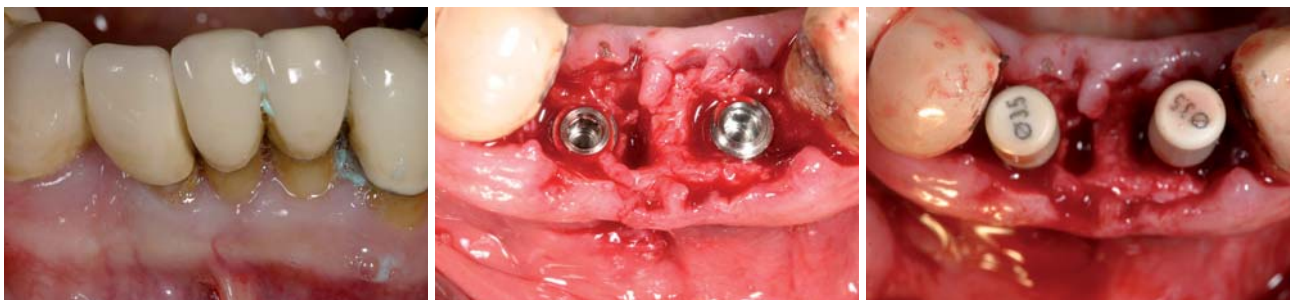

Abb. 1: Ausgangssituation 33–43. – **Abb. 2:** Zustand nach Extraktion und Sofortimplantation von 32 und 42. – **Abb. 3:** Peek-Kappen zur späteren Sofortversorgung.
■ Entscheidendes Ziel muss es immer sein, Methoden zu entwickeln, die einer großen Masse der Patienten ein einfaches Verfahren zur Verfügung stellt, das mit einer Minimalzahl an Behandlungsschritten – und damit auch mit möglichst wenig Kostenaufwand – ein Optimum an Ergebnisqualität eröffnet. Das Entscheidende für die natürliche Funktion und für die optimale Ästhetik ist, dass ein Abutment auf Gingivaniveau exakt die dreidimensionale Form des natürlichen Zahnes an dieser Position hat. Hierzu ist es hilfreich, für Behandler und Zahntechniker zunächst eine Formstudie von natürlichen Dentitionen vorzunehmen. Dies erfolgt am besten am Situationsmodell eines natürlichen Gebisses, welches keine iatrogenen Rekonstruktionen aufweist. Zu diesem Zweck werden am Modell alle Gipszähne nur eines Quadranten auf Gingivadurchtrittsniveau radiert (Abb. 1). Dies geschieht sowohl für den Ober- und Unterkiefer. Nun erhält man in der Aufsicht einen Eindruck natürlicher Zahnformen auf dem Niveau, wo die Schulter des Abutments endet und der Rand der Restauration beginnt (Abb. 2). Ziel muss es nun sein, diese Form so perfekt wie möglich auf die jeweilige Situation zu übertragen.
Abb. 1 und 2: Halbseitig auf Gingivaniveau radiertes Situationsmodell OK (Abb. 1) und UK (Abb. 2) zur Verdeutlichung der anatomischen Zahnquerschnitte. – Abb. 3: Angussfähiges Abutment im anatomisch reduzierten Gipstrichter.